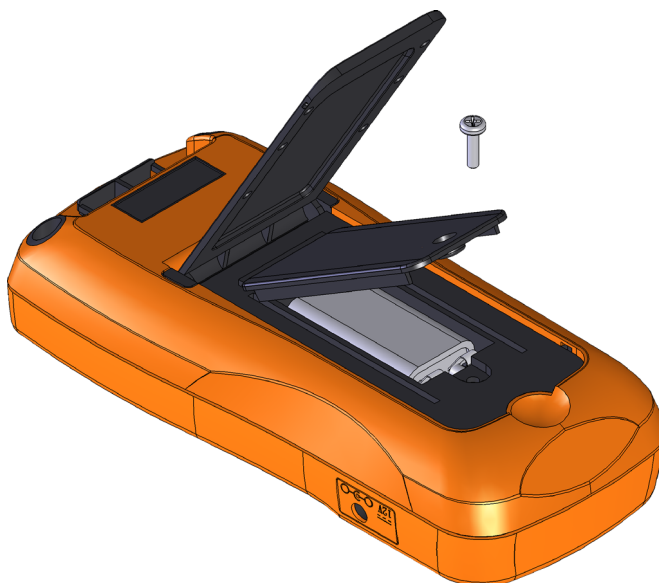

Figura 1-1 Instalación de las baterías
- 1 **Abra la cubierta de la batería.** Levante la base de inclinación. Afloje el tornillo con un destornillador Phillips adecuado y extraiga la cubierta de la batería tal como se muestra en la Figura 1-1.